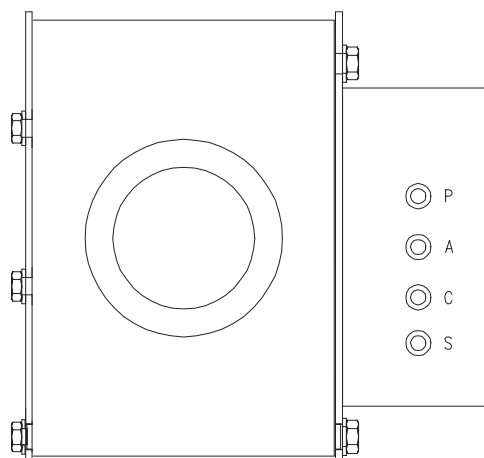

Fig. 3.16 **Vue du dessous du boîtier de rinçage de pistolet**
8. Brancher une autre tuyauterie d'air (A1) entre la vanne d'arrêt d'air d'atomisation (L) et le port **S** situé sur le boîtier de rinçage de pistolet. Voir Fig. 3.16.
9. Brancher des conduites d'air d'un DE de 4 mm (5/32") (A2) entre les ports du coffret d'électrovannes de rinçage de pistolet (G) et ceux du boîtier de rinçage de pistolet (H). Voir le tableau ci-dessous et la Fig. 3.16 concernant les ports.